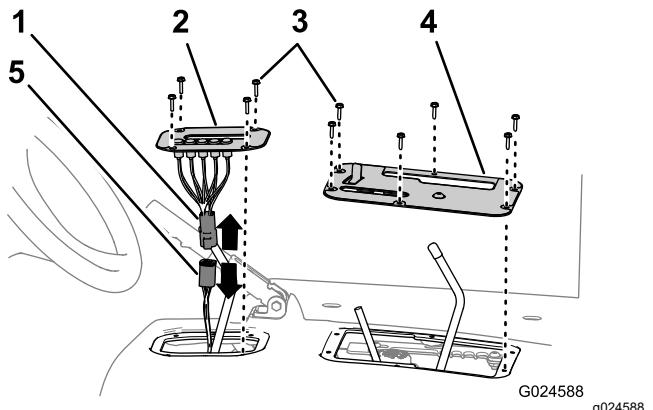

Figura 5
2. Rimuovete le 4 viti a testa esagonale che fissano la copertura dell'indicatore delle marce alla copertura del sedile (Figura 5).